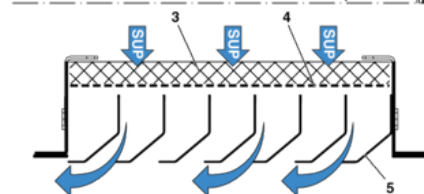

Abb. 11: Lüftungsgitter einsetzen
8. ▶ Das Zuluftgitter (Abb. 11/1) einsetzen, dieses dazu leicht schräg und verdreht in das Gehäuse (Abb. 11/2) einschieben und positionieren. Beim Einsetzen darauf achten, dass die Lamellen (Abb. 11/5) zur Raumseite zeigen. Das Filtervlies (Abb. 11/3) liegt auf dem Lochblech (Abb. 11/4).